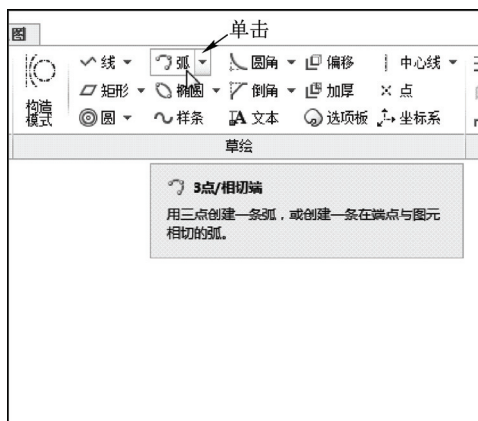

图 2-46 单击“3 点/相切端”按钮
STEP 02 在功能区选项板的“草绘”选项卡中，单击“草绘”面板中的“3 点/相切端”按钮，如图 2-46 所示。